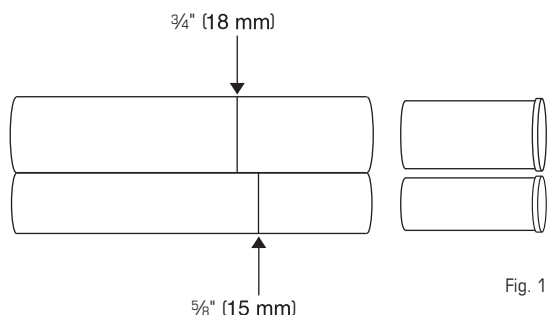

Fig. 13
4. **Coloque** cada tubo del desviador sobre el diagrama. Use una pluma para **marcar** una línea a lo ancho de los tubos y a la altura de las flechas. **Empuje** los soportes de la manguera hacia los tubos respectivos hasta que queden al ras con el extremo de los tubos (Fig. 13).